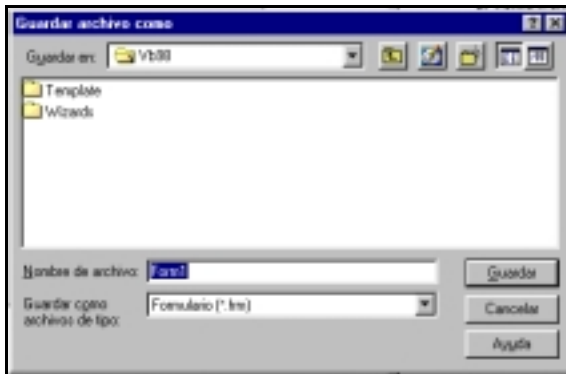

Figura 2.4
- Selecciona *Crear nueva carpeta* (figura 2.4).